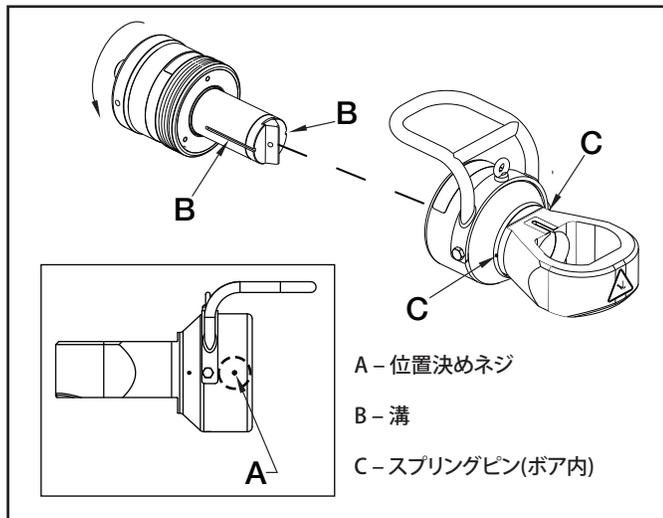

図3、シリンダおよび切断ヘッドの組み立て
2. 切断ヘッドバレルのプラスチック位置決めネジを緩めます(図3、部品A)。
3. シリンダをヘッドに挿入して、切断ヘッドボアのスプリングピン(図3、部品C)で軸スロットをブレードホルダに位置合わせします(図3、部品B)。位置合わせ後、シリンダを図示された方向に回してネジ部をねじ込みます。
3. 切断ヘッドバレルのプラスチック位置決めネジが締め付けられていれば緩めます。図3の部品Aを参照してください。
3. 切断ヘッドのバレル部分にあるプラスチック位置決めネジが締め付けられていれば、緩めます。図3の部品Aを参照してください。